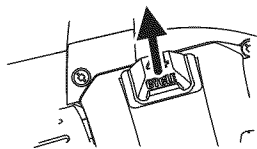

Fig. 23
2. Abra la tapa de la bujía (Fig. 23).